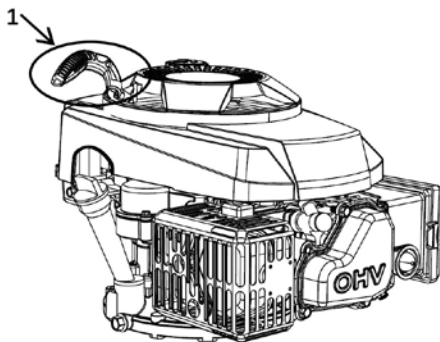

Fig.3
ATENȚIE: Nu lăsați manerul starterului (1) să revină în locul său inițial. Lăsați-l să se retragă ușor pentru a nu deteriora starterul. (vezi Fig. 3)